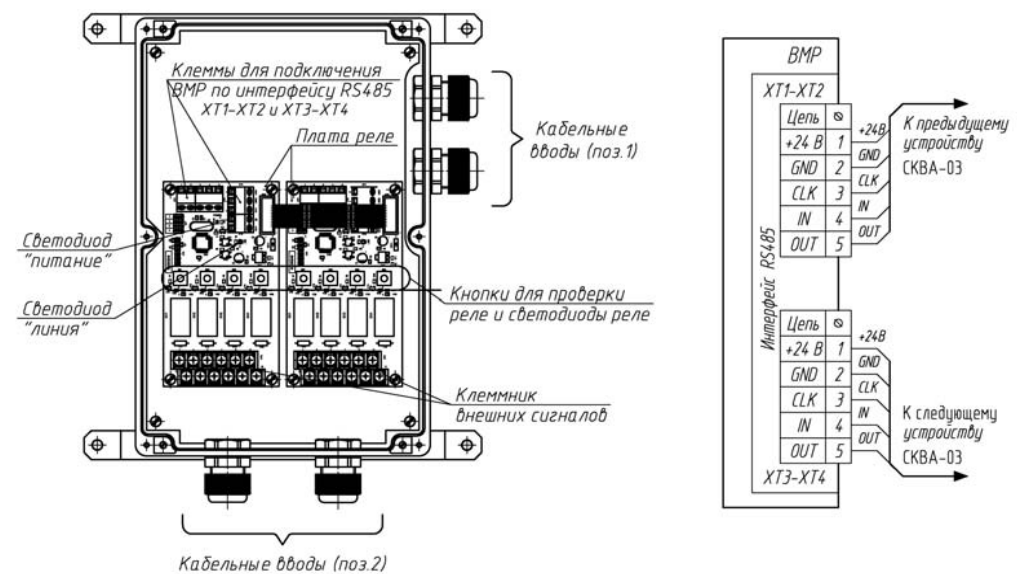

Рис.2
На каждой плате реле установлены 4 светодиодных индикатора (рис.2). Индикатор светится, когда состояние соответствующего вывода принимает значение ON. Реле при этом включено.
- Подключить кабель к разъемам (ХТ1-ХТ2 и ХТ3-ХТ4), установленному на плате реле в соответствии со схемой рис.2.